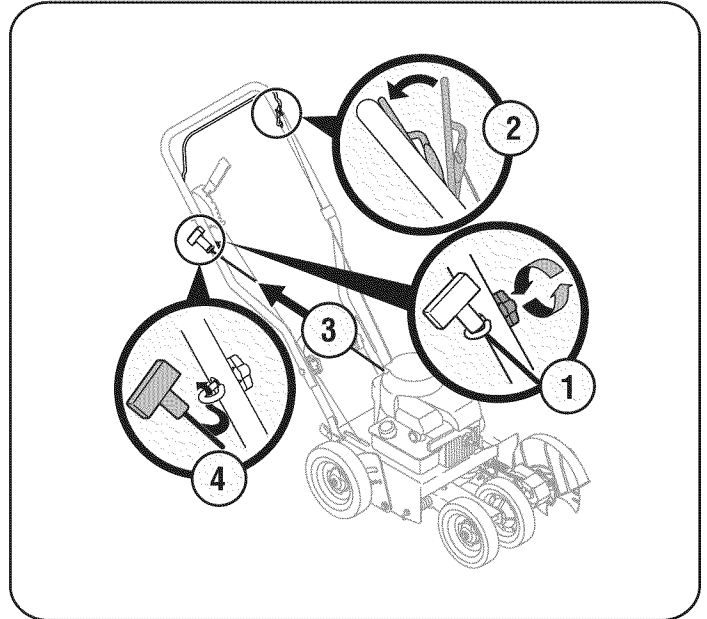

Figura 2
1. Ubique la guía de la cuerda del lado derecho de la barra superior. Afloje, pero NO retire, la perilla de aletas que asegura la guía de la cuerda a la barra superior. Véase la Figura 2.
NOTA: La cuerda de arranque no se separa del motor a menos que el control de la cuchilla (consulte la Figura 2) esté presionado contra la barra superior.